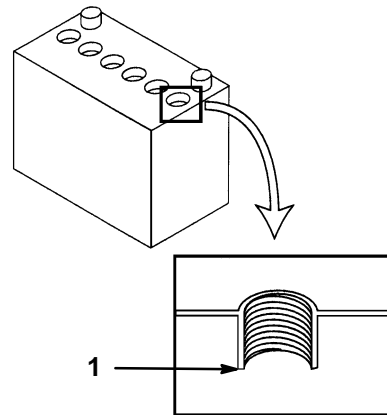

Figure 54
4. Ouvrir les couvercles pour voir l'intérieur des éléments. L'électrolyte doit arriver jusqu'au bas des tubes (Fig. 54). Ne pas laisser le niveau de l'électrolyte descendre en dessous du sommet des plaques.
2. Soulever les couvercles des éléments et les déposer (Fig. 54).
3. Verser lentement de l'eau distillée dans chaque élément de la batterie jusqu'à ce que le niveau arrive au bas du tube (Fig. 54).